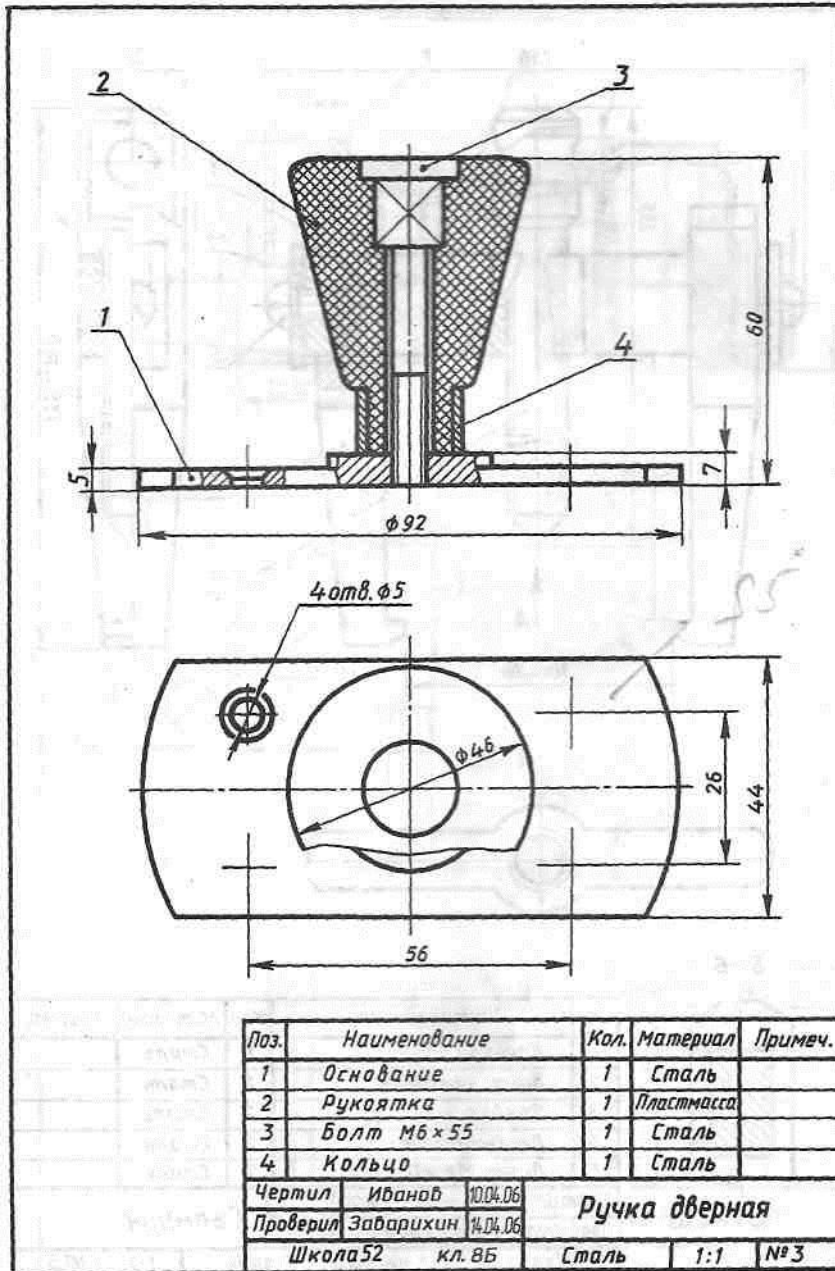

Рис. 244. Чертеж для чтения
- 2) рисунок 244, детали 1, 3;